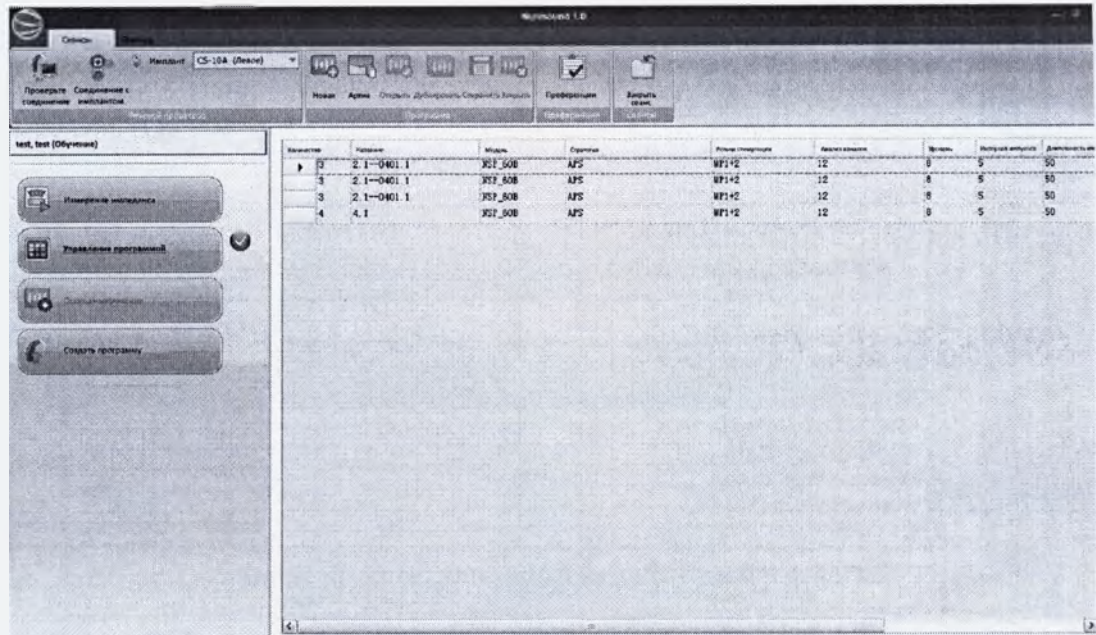
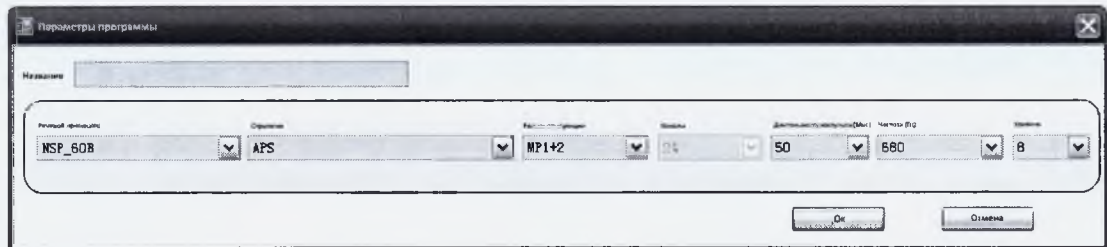
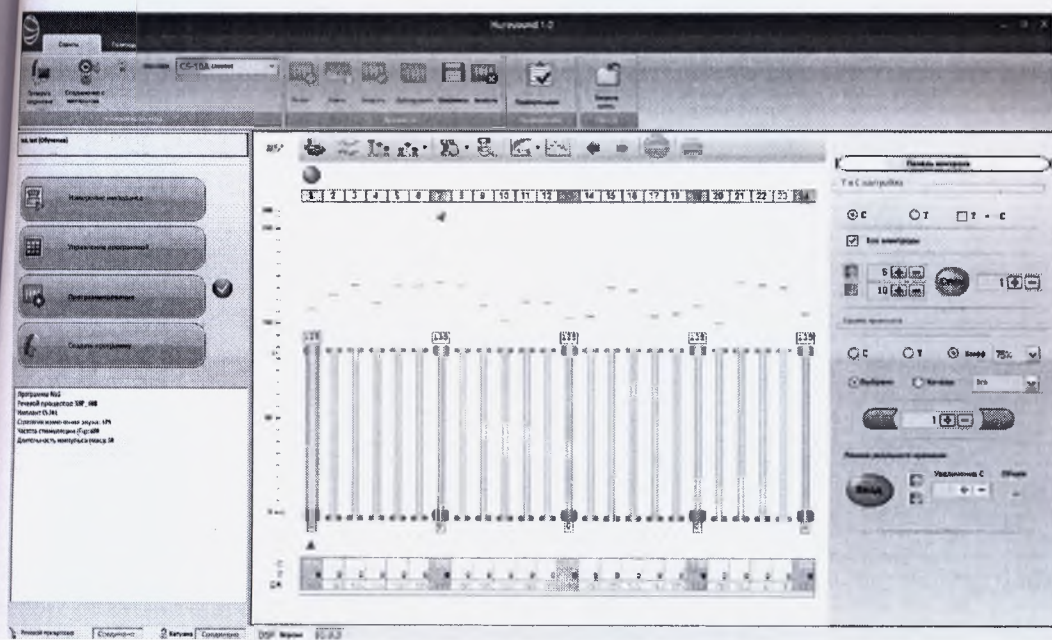
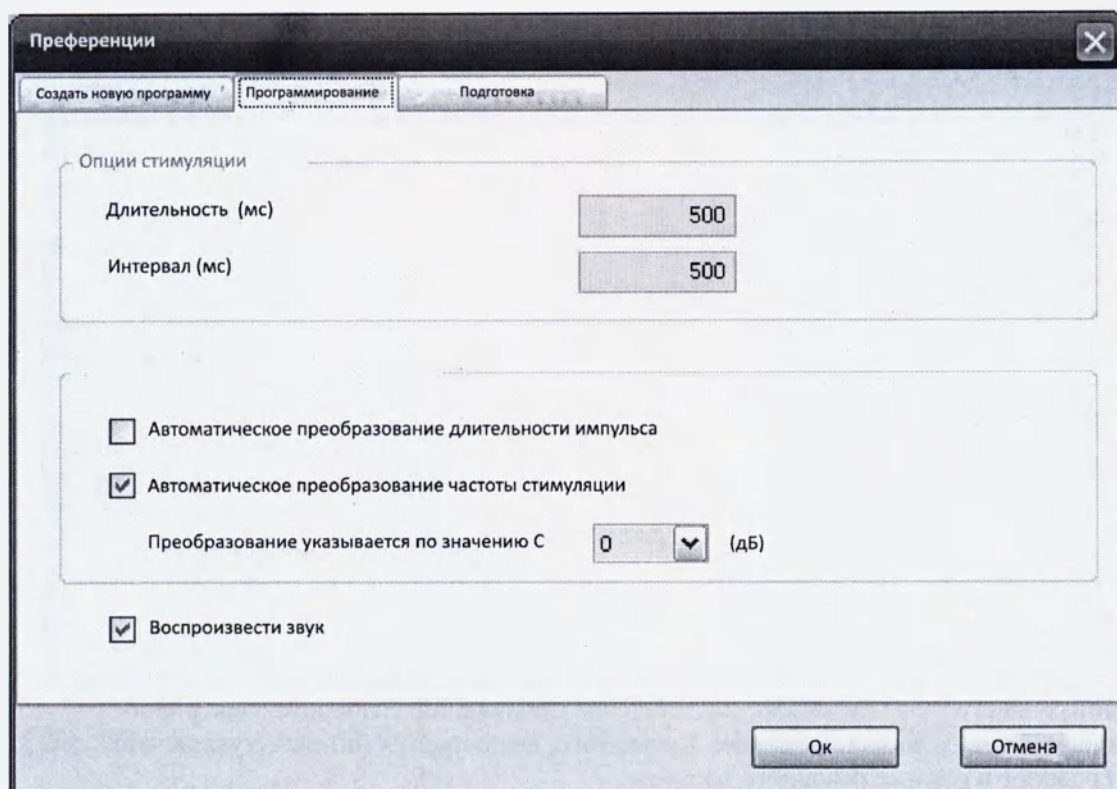

Рис. 3.13. Интерфейс управления программой речевого процессора
Рис. 3.14. Создание новой программы процессора
Рис. 3.15. Интерфейс программирования порогового и комфортного значения
Рис. 3.18. Интерфейс настройки параметров программирования программы процессора
После входа в интерфейс управления программой речевого процессора программа отображает программу управления процессора, как показано на рис. 3.13. Программу управления процессора можно копировать, но нельзя удалить. Чтобы копировать ее, нажмите кнопку Copy (Копировать) в верхней части интерфейса, как показано на рис. 3.13.
1) В интерфейсе на рис. 3.13 нажмите кнопку Create (Создать), после чего появится всплывающее окно интерфейса, как показано на рис. 3.14. Таким образом может быть создана новая программа процессора. В этом интерфейсе можно установить модель процессора, стратегию обработки, режим стимуляции и ширину импульса.
2) После создания программы процессора нажмите кнопку Open (Открыть) в верхней части интерфейса на рис. 3.13 или дважды нажмите по этой строке для перехода в интерфейс программирования; или после создания новой программы процессора нажмите кнопку ОК для входа в состояние программирования порогового и комфортного значения. Интерфейс программирования показан на рис. 3.15:
3) Установление предпочтительного значения программы процессора. Нажмите кнопку Preferred Value (Предпочтительное значение) в верхней части интерфейса на рис. 3.15, чтобы установить продолжительность стимуляции и интервал стимуляции при программировании программы. Кроме того, при изменении ширины импульса программы или частоты стимуляции выполните автоматическое преобразование порогового и комфортного значения, как показано на рис. 3.18.
Кнопка №10 является кнопкой печати. После завершения настройки параметров программы пользователь может нажать Save (Сохранить) в интерфейсе на рис. 3.15 для сохранения новой программы, как показано на рисунке ниже: